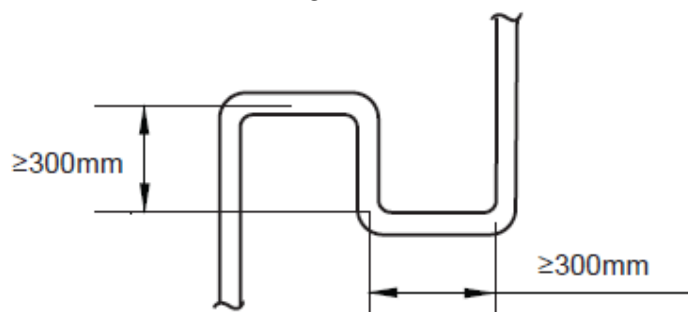

Figura 4.3
<ul style="list-style-type: none"> ▪ Lungimea echivalenta la fiecare kit de distributie este de 0,5 m. ▪ In masura in care este posibil, instalati unitatile interne astfel incat sa fie echidistant pe ambele parti ale kitului de distributie in forma de U. ▪ Cand unitatea externa se afla deasupra unitatii interne, iar diferenta de nivel depaseste 20 m, se recomanda reglarea la fiecare interval de 10 m a cursei de revenire a uleiului de pe teava de gaz a tevii principale. Specificatiile recomandate ale cursei de retur a uleiului sunt prezentate in figura 4.3. ▪ Atunci cand unitatea externa este sub unitatea interna si $H \geq 40 \text{ m}$, trebuie sa mariti dimensiunea tevii de lichid in instalatia principala cu o singura dimensiune. ▪ Lungimea admisibila a celei mai indepartate unitati interne la primul kit de distributie in sistem trebuie sa fie egala cu sau mai mica de 40m daca nu sunt indeplinite conditiile specificate, caz in care lungimea permisa este de pana la 90m. Consultati cerinta 2. ▪ Se vor folosi kituri de distributie speciale de la producator pentru toate kiturile de distributie. In caz contrar, se pot produce defectiuni grave ale sistemului.
3. **Cerinta 3:** Diferenta cea mai mare de nivel dintre unitatea interna si unitatea externa nu trebuie sa depaseasca 90m (daca este o unitate externa deasupra) sau 110m (daca unitatea externa este dedesubt). In plus: (i) Daca unitatea externa este deasupra si diferenta de nivel este mai mare de 20m, se recomanda ca un cot de retur al uleiului cu dimensiunile specificate in figura 4.3 sa fie montat la fiecare 10m de teava de gaz din instalatia principala; si (ii) daca unitatea externa este dedesubt si diferenta de nivel este mai mare de 40m, teava de lichid din instalatia principala (L_1) trebuie sa fie marita cu o marime.